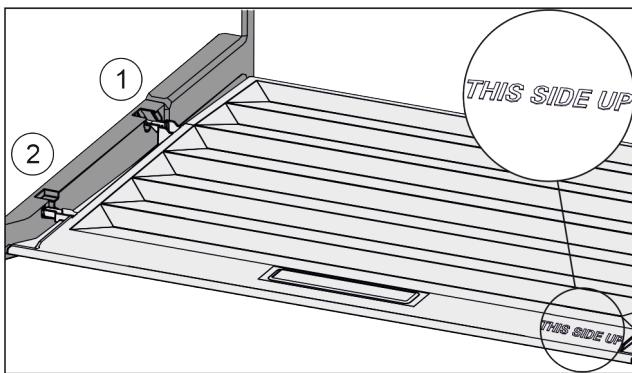

Fig. 59
- Prečke poklopca uvedite preko otvora stražnjeg držača Fig. 59 (1) i uglavite ih u držač Fig. 59 (2).